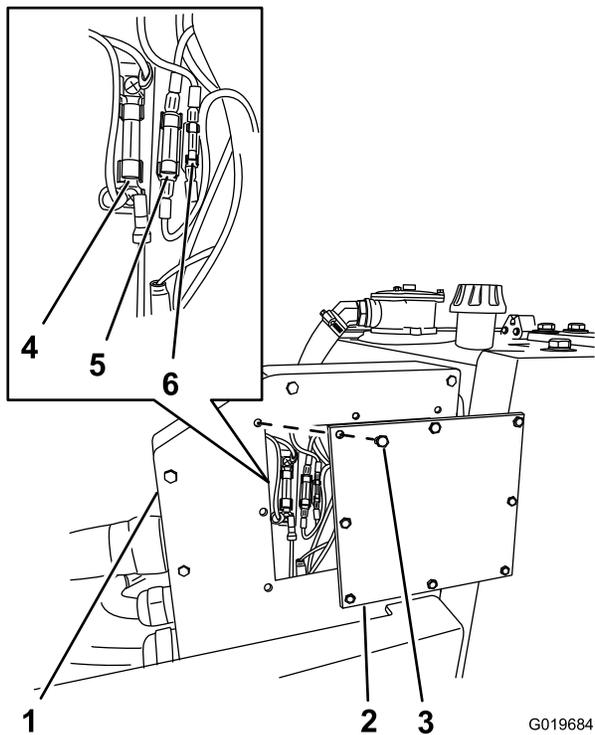

Figure 73
Le système électrique est protégé par 3 fusibles. Le système électrique ne nécessite généralement pas d'entretien, mais si un fusible grille, recherchez une anomalie de fonctionnement ou un court-circuit de composant ou de circuit. La Figure 73 montre la position des fusibles dans le boîtier de raccordement.
5. Retirez les 8 boulons qui fixent le panneau auxiliaire au boîtier de raccordement. Déposez le panneau auxiliaire et le joint (Figure 73).
- Vérifiez si des fusibles sont endommagés (grillés) ou si un circuit est coupé; voir Figure 73.
- Fixez le panneau auxiliaire sur le boîtier de raccordement à l'aide des 8 boulons retirés à l'opération 5 (Figure 73).